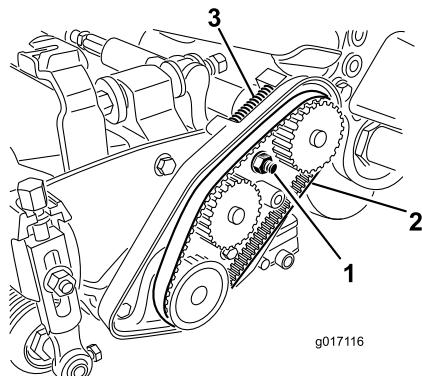

Bild 43
- A. Lösen Sie die Befestigungsmutter des Lagergehäuses (Bild 43).
- B. Entfernen Sie Rückstände aus der Riemenkammer und vom Bereich um die Druckfeder (Bild 43).